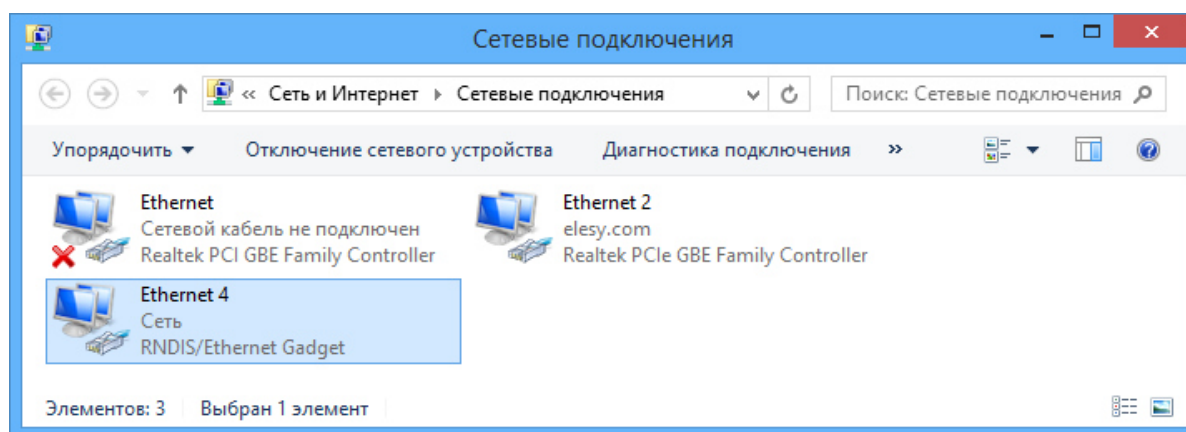

Рисунок 2.11 – Список сетевых подключений с добавленным адаптером RNDIS
11. Созданный виртуальный адаптер *Ethernet* появится в списке сетевых подключений и будет использоваться для доступа к ПЛК (рисунок 2.11).
1. На компьютере открыть "**Сетевые подключения**" и открыть свойства сети *Ethernet 4* «RNDIS/Ethernet Gadget» (рисунок 2.11).